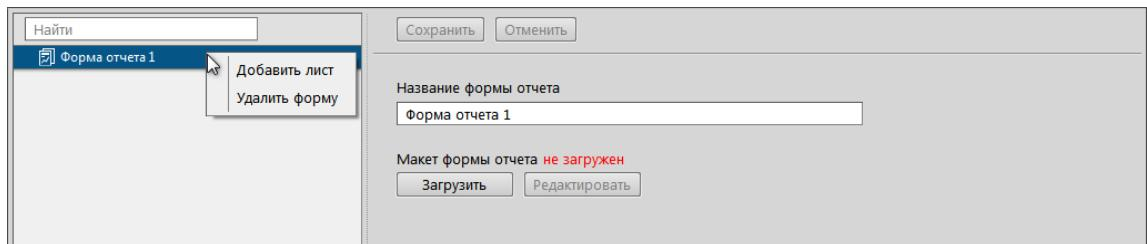

Рисунок 301 - Наполнение формы отчета
2. Нажмите **ПКМ** по созданной форме отчета и выберите **Добавить лист** (Рисунок 301). Появится «Лист N», где N – порядковый номер листа формы отчета.